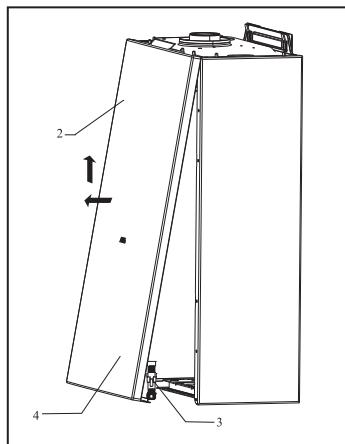

Рис. 4
- Снимите клемму соединительного кабеля блока управления (3 на рис. 4).
- Потяните облицовку на себя и вверх вместе с блоком управления (4 нарис. 4). Если вам необходимо получить доступ к электрическим соединениям панели управления, выполните следующие действия: